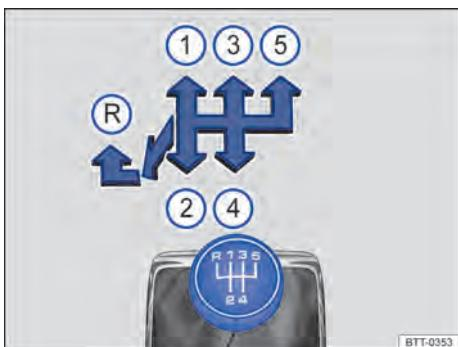
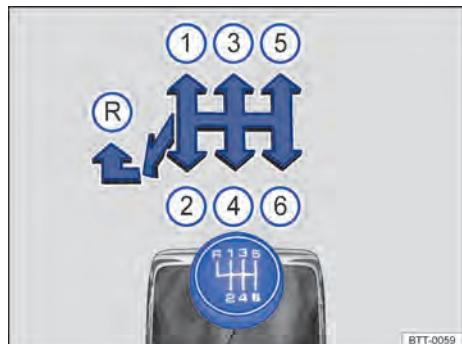

Fig. 110 Esquema de troca de marchas da transmissão manual de 5 marchas.
Fig. 111 Esquema de troca de marchas da transmissão manual de 6 marchas.
As posições de cada marcha estão representadas na alavanca da transmissão → Fig. 110 ou → Fig. 111.
- Empurrar a alavanca da transmissão totalmente para a esquerda e depois para frente até a posição da marcha a ré → Fig. 110 (R) ou → Fig. 111 (R).